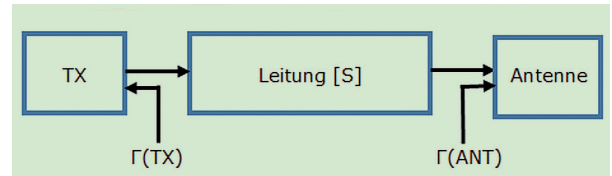

Bild 3, s. Text
Zur Anwendung der TPG-Formel benötigen wir gemäß **Bild 3** neben den S-Parametern der Leitung noch $\Gamma(Tx)$ und $\Gamma(ANT)$. Diese Werte sind die Reflexionskoeffizienten, die die Leitung sieht, wenn sie nach außen schaut. Am Leitungseingang sieht die Leitung den Sender. Der Tx ist für eine maximale Leistungsabgabe an 50 Ω entworfen, besitzt also nach dem Theorem von Thevenin eine Impedanz von 50 Ω. Da diese Impedanz der Systemimpedanz $Z_0 = 50 \Omega$ entspricht, gilt entsprechend nach (3) $\Gamma(Tx) = 0$.